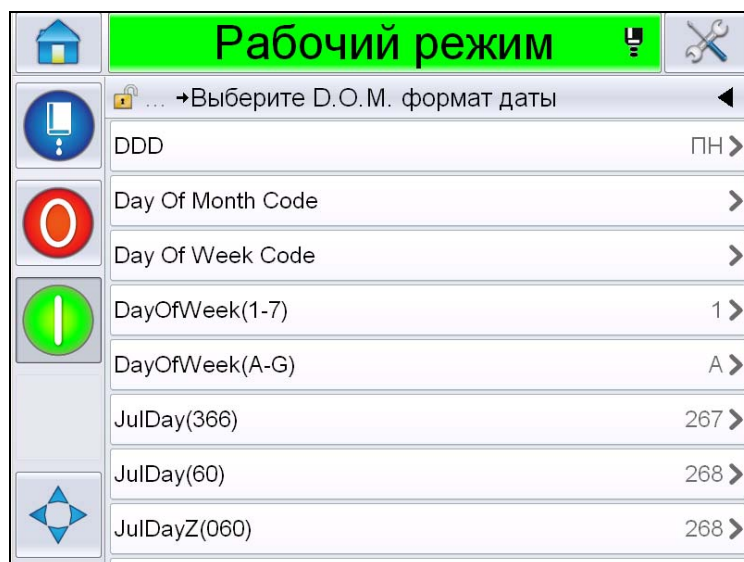

Рис. 5-27: Страница Формат даты
- 6 Выберите нужную приставку даты. Отображает нужную страницу *Формата даты* (Рис. 5-27). За информацией о форматах даты обратитесь к Табл. 5-13 на стр. 5-44.